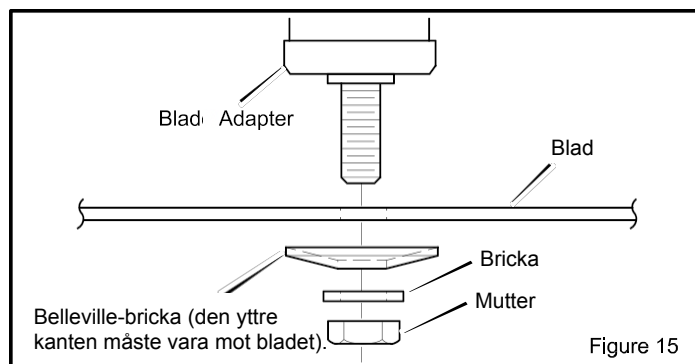

Figure 15
8. Fäst bladet med de ursprungliga brickorna och muttern. Se till att **Belleville-brickans** yttre kant ligger an mot bladet (bild 15).